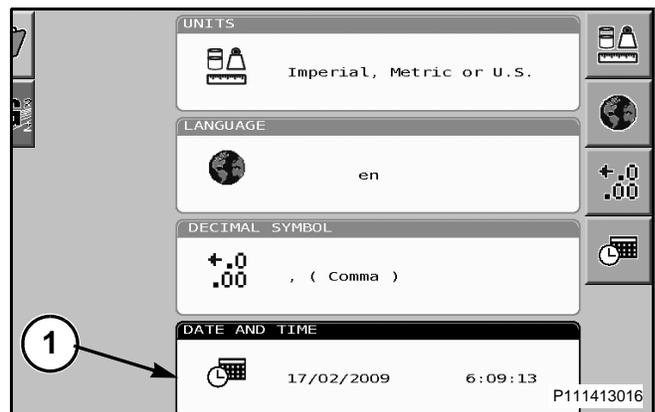

FIG. 82
FIG. 82: Para seleccionar fecha y hora, desplácese hasta la casilla de fecha y hora (1) para resaltarla y a continuación presione el botón de la rueda de selección para seleccionarla.